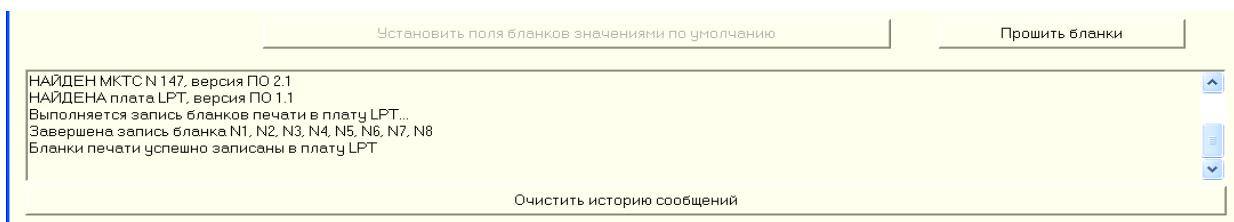

Рисунок 2.3
- Вся диагностика работы с программой выдается в окно диагностики, расположенное в нижней части окна программы ***MKTCLptForms***. Диагностика, которая будет выдана в случае удачной записи бланков печати в плату УПП приведена ниже (см. Рисунок 2.3).